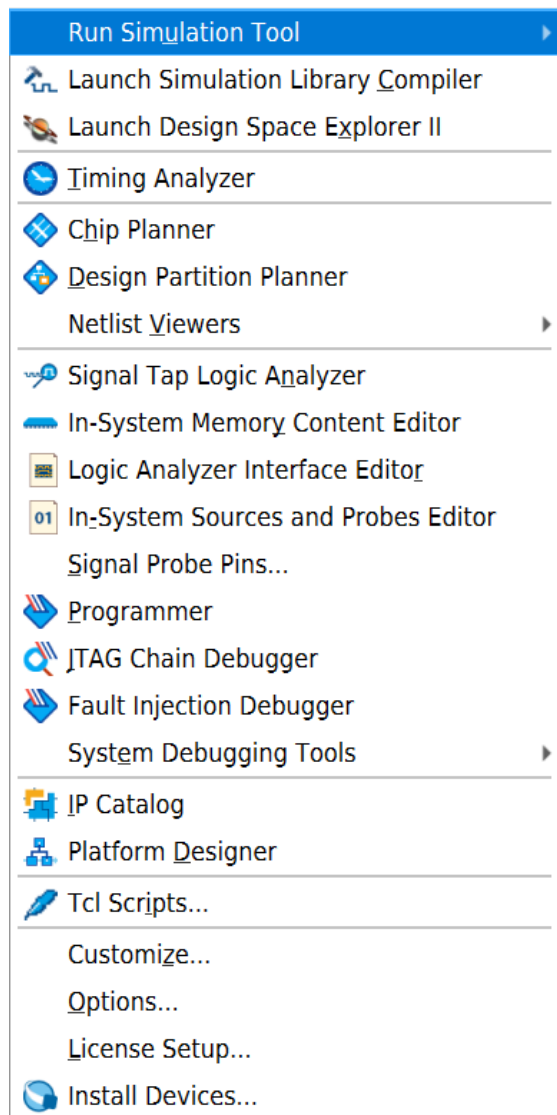
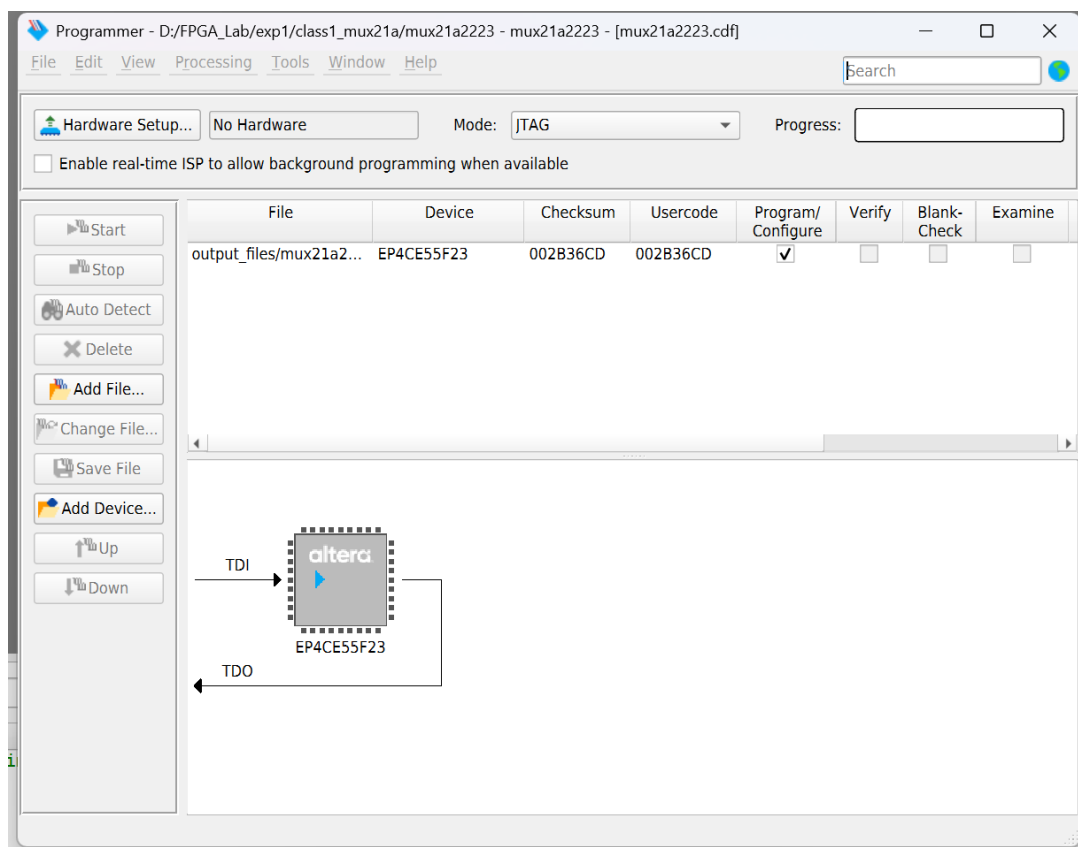

图 3 Tools 菜单中的 Programmer 项
图 4 Programmer 窗口（本机截图）：SOF 已就绪，仅缺硬件
双击打开 D:\FPGA_Lab\exp1\class1_mux21a\mux21a2223.qpf，在主菜单选择 Tools 中的 Programmer (图 3)，打开编程器窗口 (图 4)。
2. **查设置：** 确认 Mode 为 JTAG；文件列表中已有 output_files/mux21a2223.sof，器件为 EP4CE55F23，Program/Configure 已勾选（图 4 中均已就绪）。